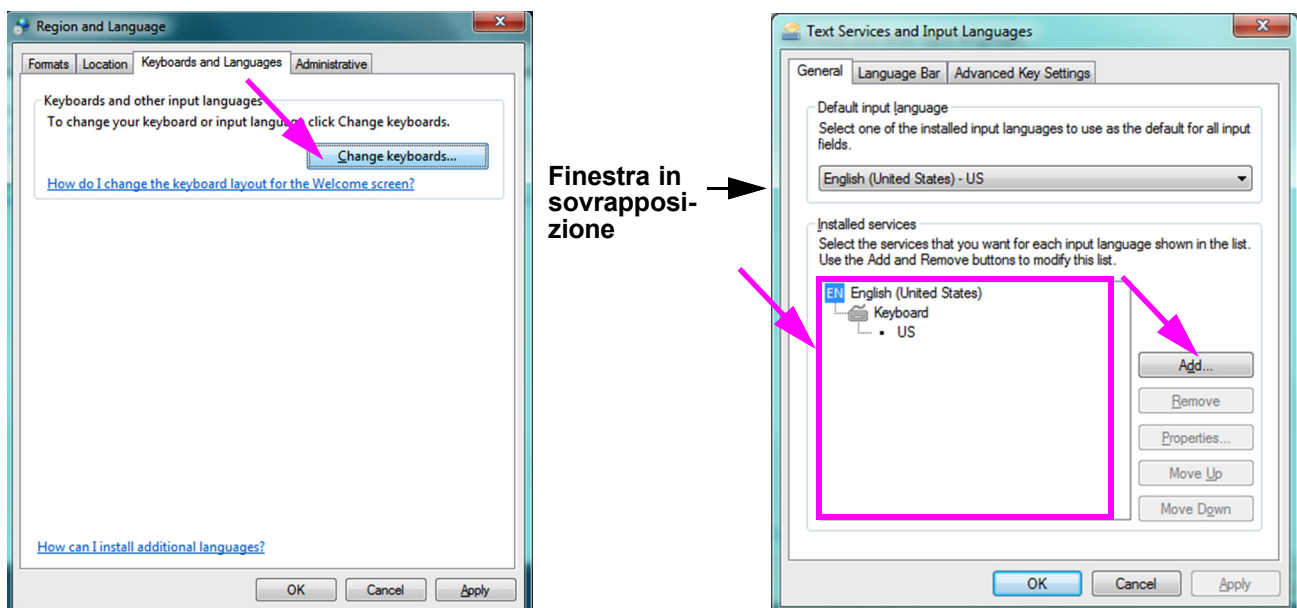

Figura C-8. Schermate Region and Language (Paese e lingua) e Text Services and Input Languages (Servizi di testo e lingue di input)
2. Quando la scheda Keyboards and Languages (Tastiere e lingue) viene visualizzata, fare clic sul pulsante **Change keyboards... (Cambia tastiere...)** (vedere la Figura C-8). Viene visualizzata una finestra in sovrapposizione, con l'elenco di Installed Services (Servizi installati), ovvero le tastiere di lingua disponibili.
Se la lingua desiderata non è presente nella casella Installed Services (Servizi installati), fare clic sul pulsante **Add (Aggiungi)** (vedere la Figura C-8).